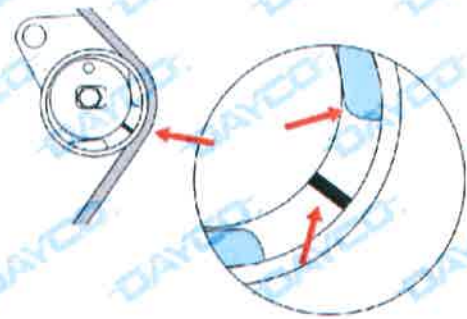

Fig. 3
- Spostare il tenditore fino a quando raggiunge il fermo. (Fig. 3).